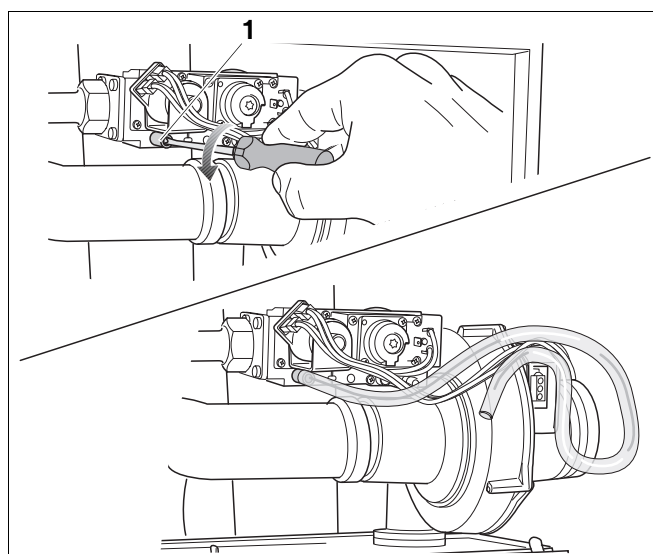

Fig. 75 Udluftning af gasledningen
- Løsn låseskruen på prøveniplen til gastilslutningstrykket og udluftningen (fig. 75, **pos. 1**) 2 omdrejninger, og sæt slangen på.